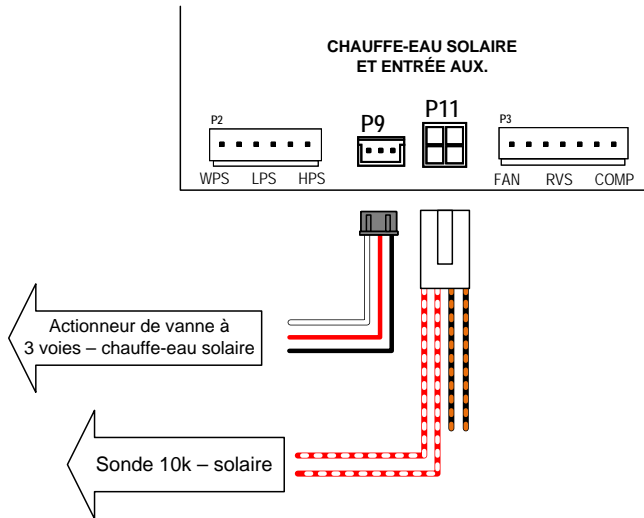

Figure 155. Chauffe-eau solaire et entrée auxiliaire
2. À l'intérieur du boîtier de contrôle de l'appareil, connectez les fils de « sonde solaire » à la borne « SOLAR » [P11] de la carte de contrôle à l'aide de l'adaptateur de faisceau « Solar Temperature Sensor / Auxiliary Safety Input » fourni dans la pochette d'accessoires. Connectez les fils rouge et blanc pour une sonde de température de 10K et utilisez la borne [P9] pour connecter un actionneur de vanne 3 voies standard comme vanne à 3 voies « solaire ». Consultez la Figure 155 pour plus d'informations.